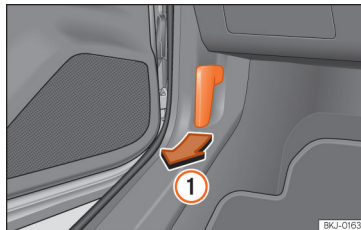

Abb. 178 Entriegelungshebel im Fahrerfußraum.
- Öffnen Sie die Tür und ziehen Sie an dem Hebel unterhalb der Instrumententafel » » » **[Abb. 178]** ①.